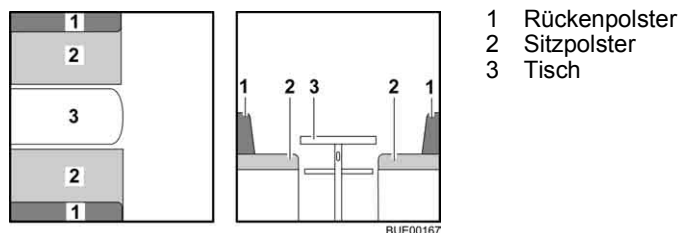

Bild 69 Vor dem Umbau
- Tisch (Bild 69,3) zum Bettunterbau umbauen (siehe Abschnitt 6.11).